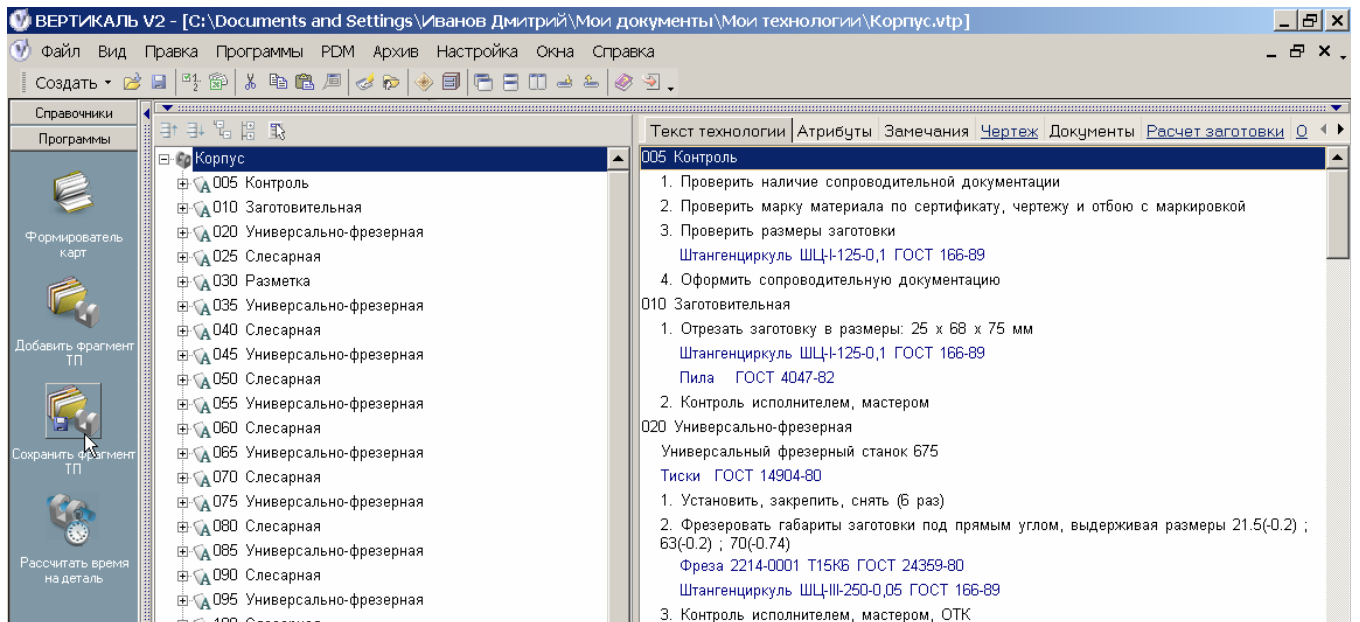

Рисунок 28 – Сохранение ТП в библиотеке шаблонов
2. На панели **Программы** нажимаем кнопку **Сохранить фрагмент ТП** (рисунок 28).